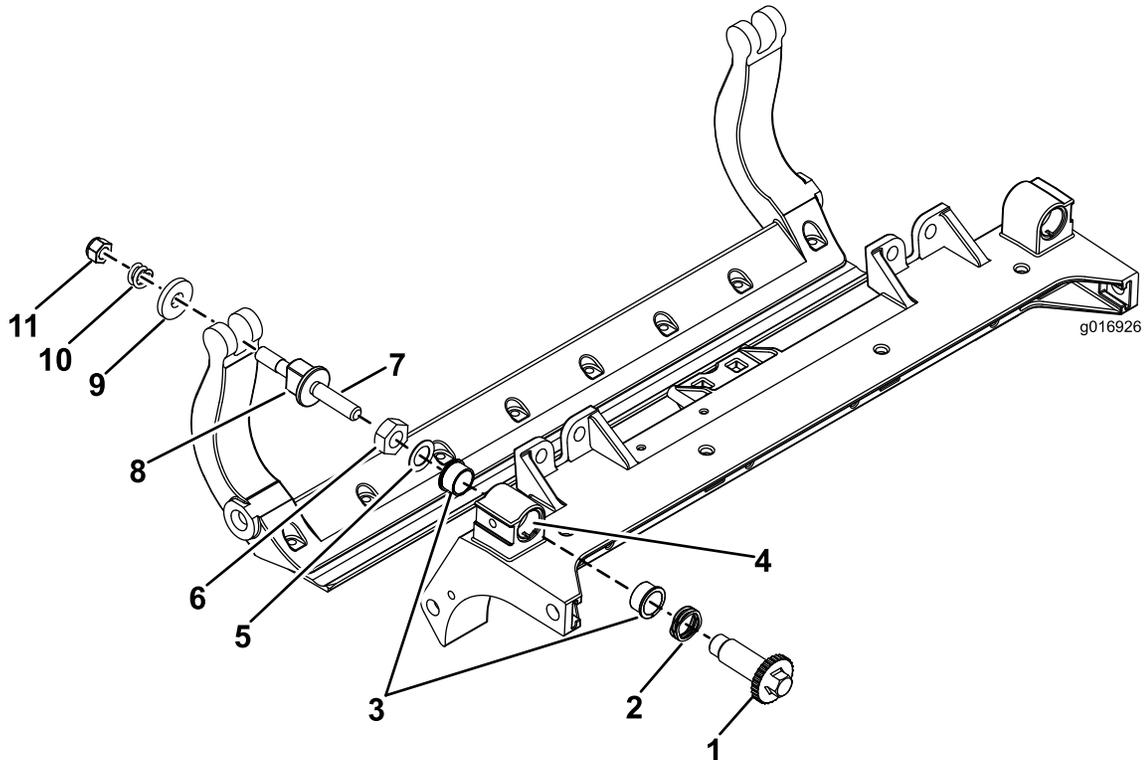

Figure 33
1. Enlevez toutes les pièces (voir les *Instructions d'installation* du kit DPA renforcé et la Figure 33).
2. Appliquez du produit antigrippage à l'intérieur du logement des bagues sur le cadre central du plateau de coupe (Figure 33).
3. Alignez les clavettes des bagues à embase sur les fentes dans le cadre, et mettez les bagues en place (Figure 33).
4. Posez une rondelle ondulée sur l'axe de réglage et insérez l'axe dans les bagues à embase sur le cadre du plateau de coupe (Figure 33).
5. Fixez l'axe de réglage avec une rondelle plate et un contre-écrou (Figure 33).
12. Placez une rondelle en acier à l'extérieur de chaque rondelle en nylon (Figure 33).
Remarque: Les rondelles peuvent présenter un espace à l'intérieur (Figure 33).
15. Serrez l'écrou sur chaque vis de réglage de la barre d'appui jusqu'à ce que le ressort de compression soit complètement comprimé, puis desserrez l'écrou de $\frac{1}{2}$ tour (Figure 33).